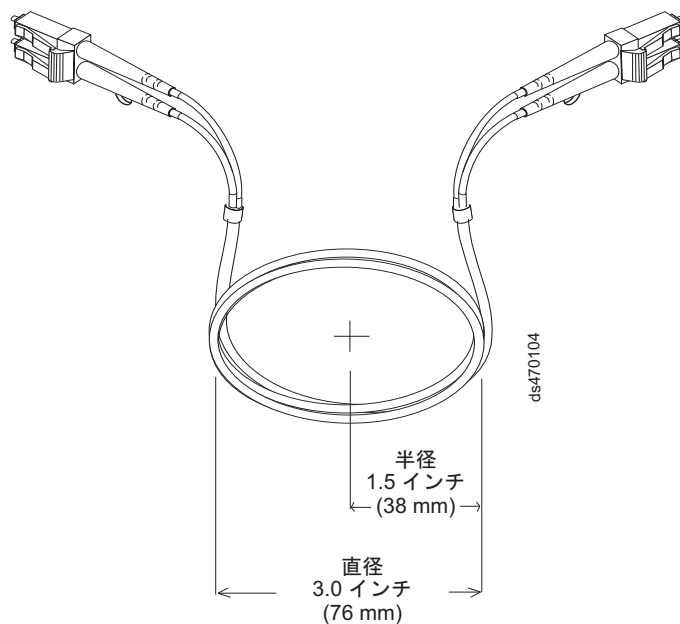

図 19. 光ファイバー・ケーブルの曲げおよびループに関する推奨仕様
- 余分な、または未使用の光ファイバー・ケーブルを保管するときは、ケーブルを直径 76 mm (3 インチ) 未満または半径 38 mm (1.5 インチ) 未満に曲げないでください。また、ケーブルを折り返さないでください。42 ページの図 19 を参照してください。